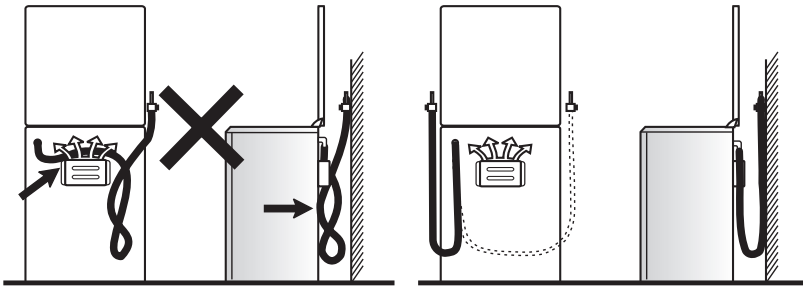

Рис.14
- **ПОМНИТЕ:** После установки плиты на место обязательно проверьте положение гибкого шланга подвода газа и шнура питания (рис. 14). Они не должны проходить над дымоходом и касаться задней стенки плиты. Во время работы духовки там возникает большая температура, которая может их повредить.